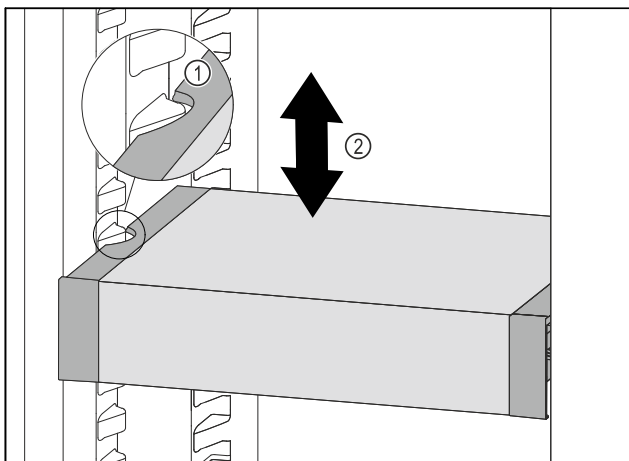

Fig. 195
- ▶ Потягнути VarioSafe вперед, поки бокові заглиблення VarioSafe не опиняться на рівні ребра для резервуара в охолоджувальному відділенні. Fig. 195 (1)
- ▶ Пересувайте VarioSafe вгору або вниз в охолоджувальному відділенні до тих пір, поки не досягнете бажаної висоти. Fig. 195 (2)